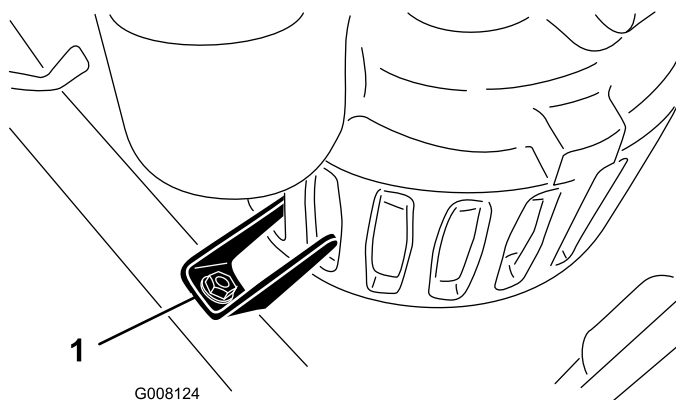

Figure 16
13. Insérez la pompe dans le bâti et poussez-la en avant jusqu'à ce que les patte de blocage s'engagent dans les fentes de la pompe (Figure 16).